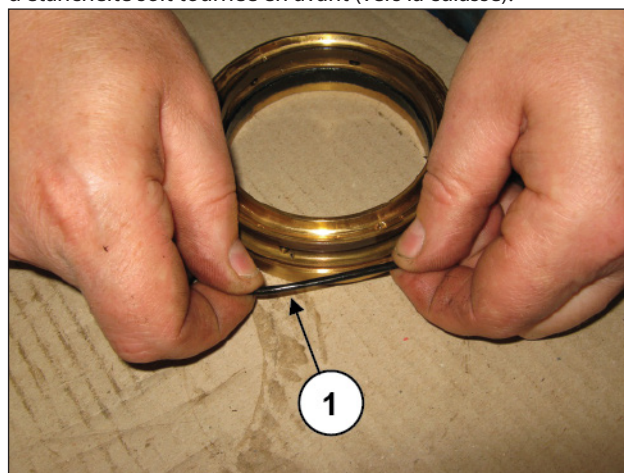
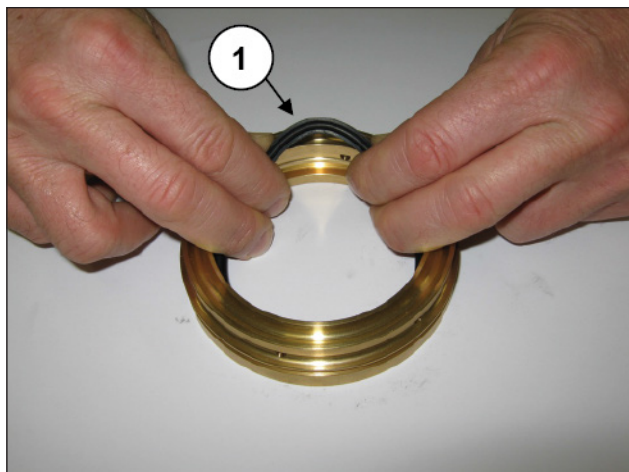

Fig. 220
Fig. 221
Insérer le joint torique (rep. ①, Fig. 220) et le joint de basse pression dans le support du joint (rep. ①, Fig. 221) en contrôlant le sens de montage qui prévoit que la lèvre d'étanchéité soit tournée en avant (vers la culasse).